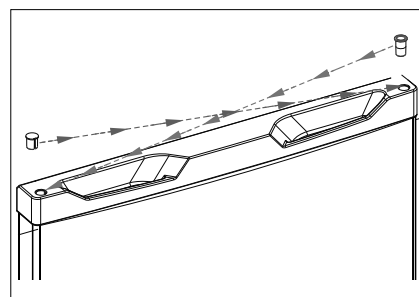

Fig. 9
- ▶ Anbring blindproppen i boringen på højre side (fig. 9)